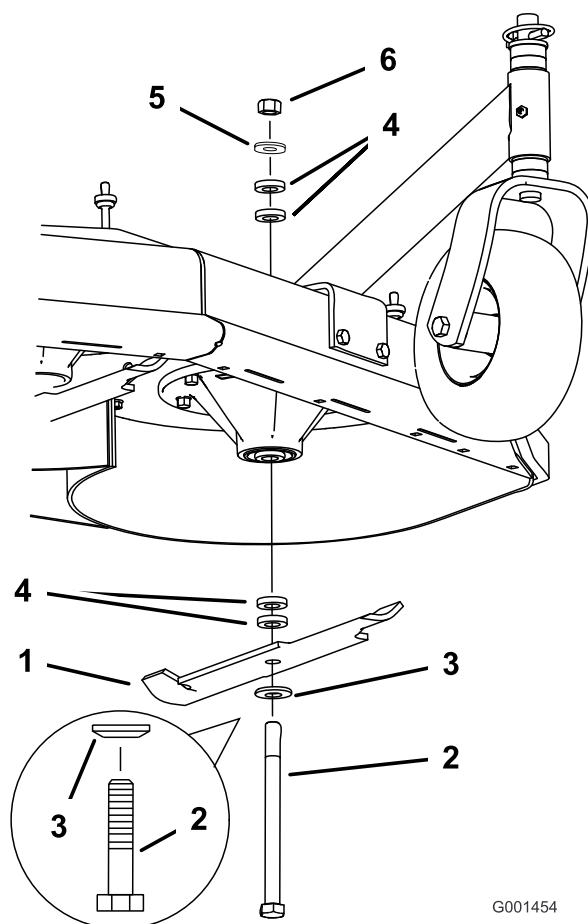

Рисунок 57
2. Удалите гайку, болт крепления ножа, изогнутую шайбу, нож, проставки и тонкую шайбу со шпинделя (Рисунок 57).
1. Установите болт, изогнутую шайбу и нож. Выберите нужное количество проставок для получения требуемой высоты скашивания и вставьте болт в шпindelь (Рисунок 57).
2. Установите оставшееся количество проставок и закрепите их с помощью тонкой шайбы и гайки (Рисунок 57).